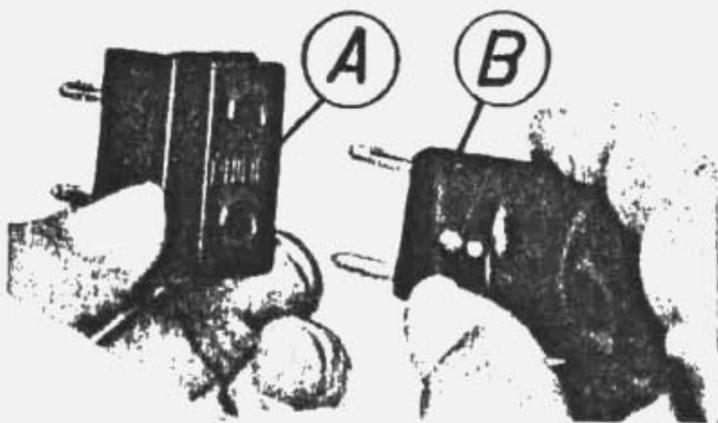

Abb. 4
Das Tonsieb (A) wird auf dem Stecker (B) des Lautsprechers angebracht (s. Abb. 4) und so zwischen Lautsprecher und Empfänger geschaltet.